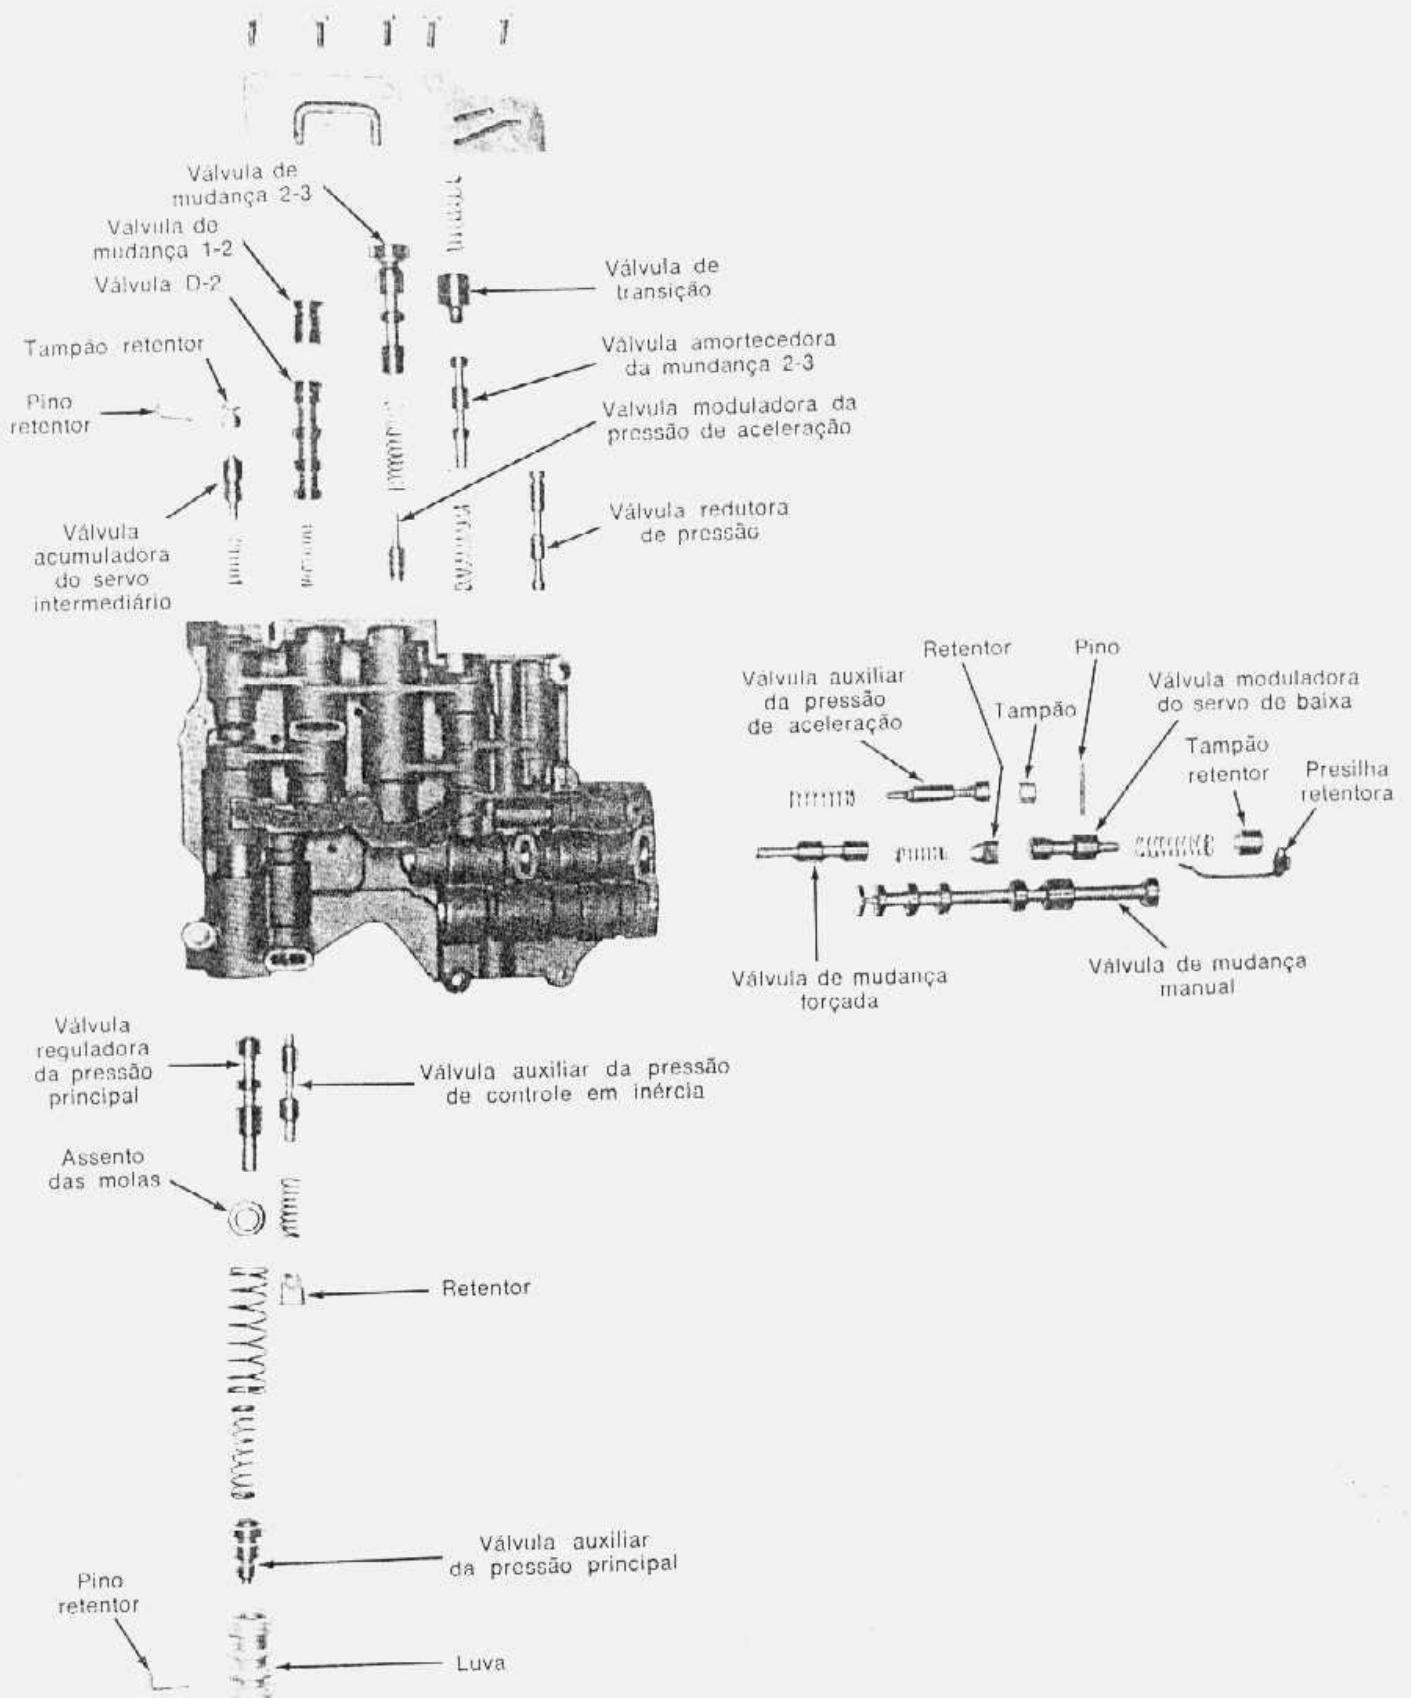

fig. 66 — parte superior do corpo de válvulas desmontado
dora do servo de baixa, remover a presilha retentora da válvula e, em seguida, retirar o tampão, mola e válvula moduladora, do corpo de válvulas. Trabalhando pelo orifício de alojamento da válvula moduladora, empurrar para fora do corpo de válvulas, o retentor da mola da válvula de mudança forçada e, em seguida, remover a mola e a válvula de mudança forçada (fig. 66).
- 6 Remover a placa de retenção da válvula de transição da mudança 1-2 e da válvula redutora de pressão (fig. 66).
- 7 Introduzir a válvula de mudança forçada (fig. 66) em seu alojamento no corpo de válvulas com o diâmetro menor voltado para o interior do corpo de válvulas. Instalar a mola da válvula de mudança forçada e seu retentor. Introduzir a válvula moduladora do servo de baixa, a mola e o tampão retentor, no corpo de válvulas. Comprimir o tampão e instalar a presilha retentora (fig. 66).
- 8 Colocar a mola da válvula auxiliar da pressão de aceleração, a válvula (com o diâmetro menor introduzido na mola) e o tampão no corpo de válvulas (fig. 66). Comprimir o tampão e instalar o pino de retenção. Na instalação do pino, certificar-se de que a extremidade do pino que possui três rasgos esteja voltada para cima.
15. tocar a mola, a válvula acumuladora do servo armadiário e o tampão retentor, no corpo de válvulas. Comprimir o tampão retentor e instalar o pino de retenção (fig. 66).
17. Instalar a válvula de controle da pressão principal e o assento da mola, no corpo de válvulas (fig. 66). Instalar as duas molas, a luva e a válvula auxiliar da pressão principal, no corpo de válvulas.